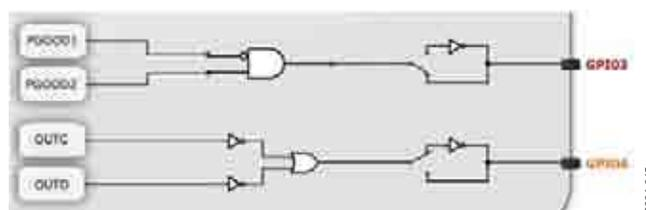

图49. 选项3: GPIO3配置为正常信号；GPIO4配置为有源缓冲器PWM输出
- 选项3: GPIO3配置为正常信号；GPIO4配置为有源缓冲器PWM输出(见图49)。